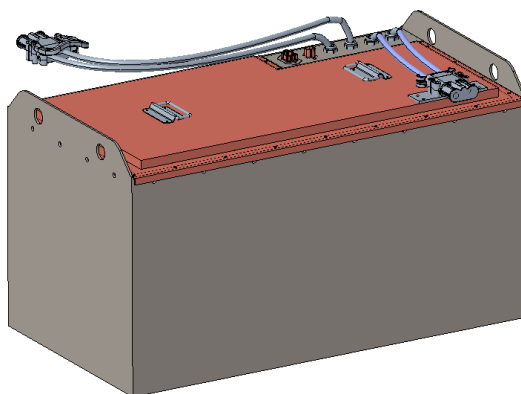

Figura 6.1 Montaje de la batería de litio
6.1.1 Acumulador: El acumulador está formado por 24 pequeñas baterías de 2V (48V) conectadas en serie con una caja de chapa de acero como envoltorio. Como se muestra en la figura 6.1